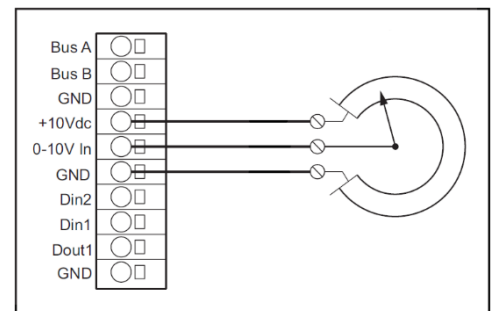

Fig. 3-16: Potentiometerinkoppling
- Anslutning av potentiometer enl. fig. 3-16